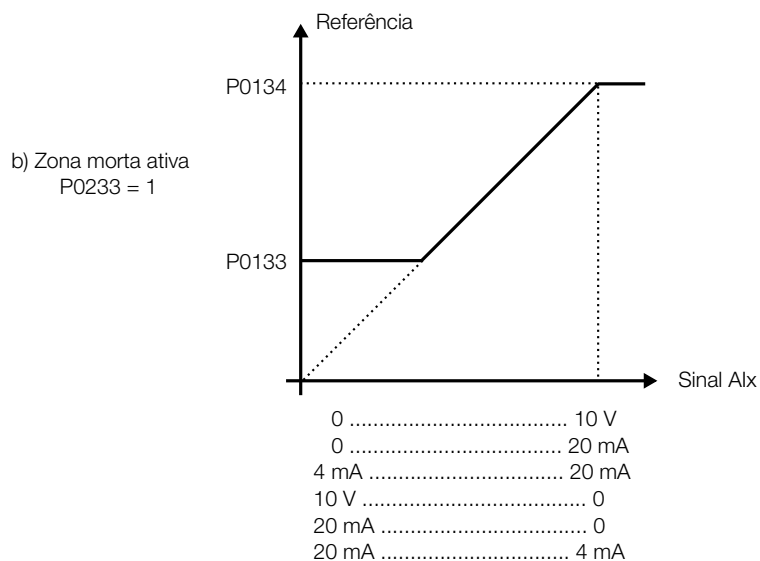

Figura 5.29: Zona morta nas entradas analógicas ativa
- No caso da entrada analógica AI2 ou AI4 programada para -10 V a +10 V (P0246 = 4) teremos curvas idênticas às da Figura 5.29 na página 5-48 somente quando AI2 ou AI4 for negativa o sentido de giro será invertido.